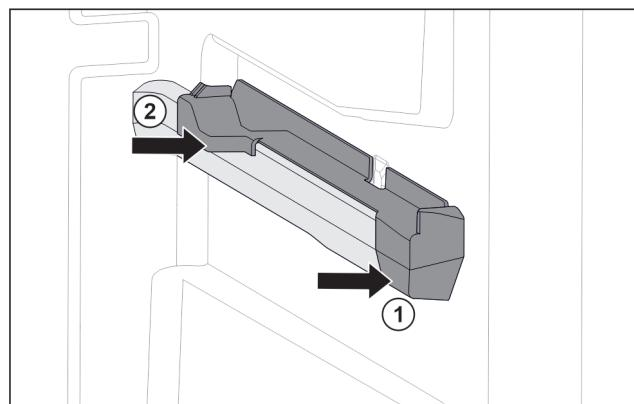

Fig. 148 Natični nastavek na desnemu nastavku za posodo
- Natični nastavek spredaj namestite na nastavek za posodo. Fig. 148 (1)
- Pritisnite natični nastavek zadaj. Fig. 148 (2)